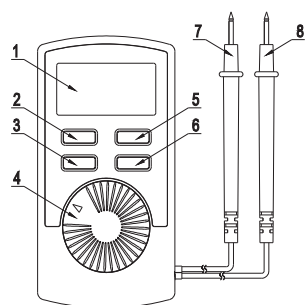

Рисунок 1
**3. УСТРОЙСТВО МУЛЬТИМЕТРА (СМ. РИС. 1)**